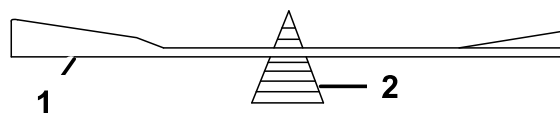

**Figure 95**
1. Au moyen d'une lime, aiguisiez les tranchants aux deux extrémités de la lame (Figure 95).
**Remarque:** Si la lame est déséquilibrée, limez un peu l'extrémité de l'ailette seulement (Figure 95).